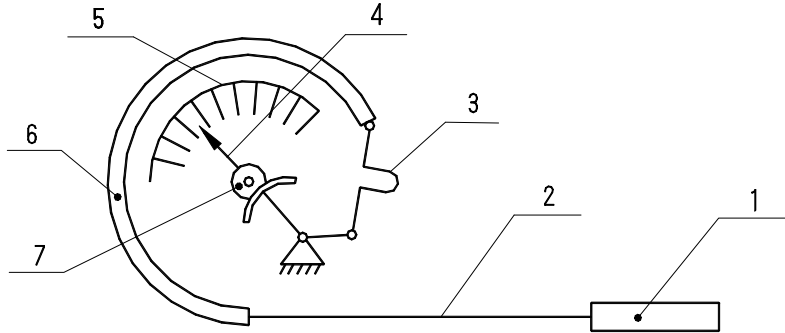

Рисунок 1 - Принципиальная схема термометра:
3.1 Принцип действия термометров основан на зависимости давления насыщенных паров жидкости от температуры. Основным узлом термометров является герметичная термосистема, состоящая из термобаллона 1 (см. рисунок 1), соединительного капилляра 2 и манометрической пружины 6.